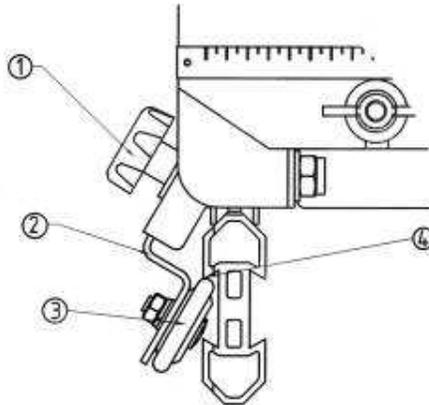

Bild 3: Lockern des Stabilisierungssystems
- Lockern Sie die Flügelmutter (1 auf Bild1) und stellen Sie die Blockierung (2) parallel zur Skala. Schrauben Sie die Flügelmutter wieder fest. Lockern Sie den Griff (1 auf Bild 3) auf jeder Seite des Tisches und stellen Sie das Stabilisierungssystem in seine unterste Position. Sie können jetzt den Tisch abnehmen.